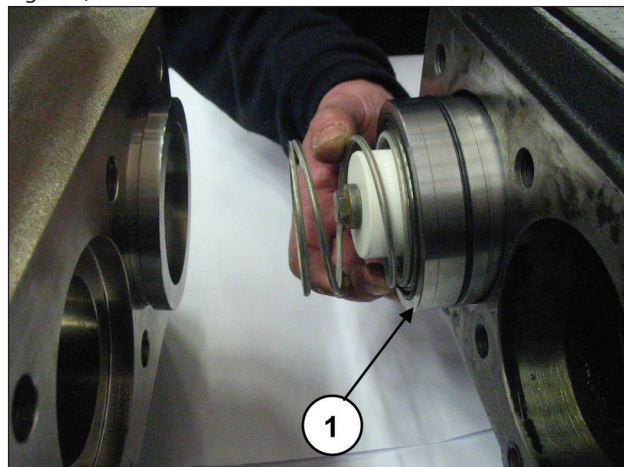

Fig. 159
Ruotando l'albero, fare avanzare il guida pistone in modo che il tampone, avanzando a sua volta, possa espellere il supporto guarnizioni, la molla e tutto il gruppo pistone (pos. ①, Fig. 159).